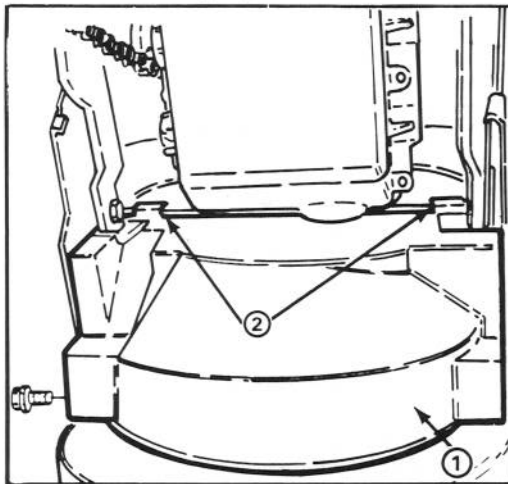

Abbildung 2
7. Untere Riemenabdeckung mit 2 1/4-20 x 1/2" Kopfschrauben an Unterseite des Räumtriebegehäuses befestigen (Abb. 2). Sich überzeugen, daß die Riemenabdeckungs-Befestigungszungen hinten am Motorrahmenmitglied befestigt sind.